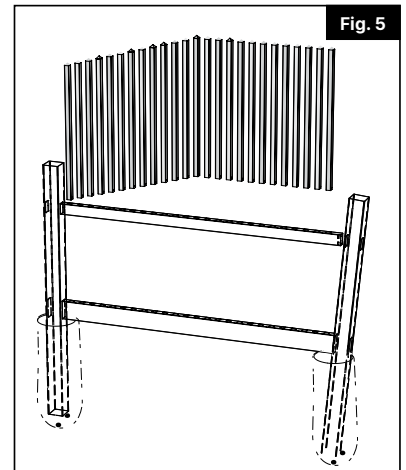

Fig. 5
- En partant du côté gauche, insérer les barreaux ou les planches dans la traverse supérieure. Puis, enclencher les barreaux ou les planches dans la traverse inférieure (Fig. 5).